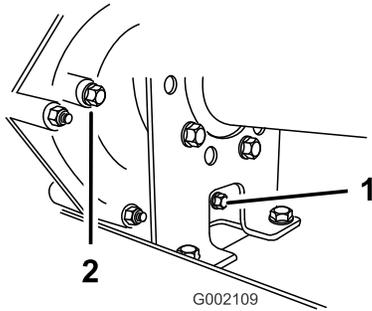
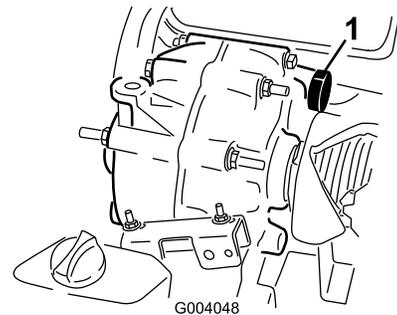

Bild 46
Bild 47
1. Reinigen Sie den Bereich um die Füllschraube mit einem Lappen (Bild 46).
2. Drehen Sie die Füllschraube nach links, um sie zu entfernen (Bild 46).
3. Schauen Sie in das Loch für die Füllschraube im Getriebe, um den Getriebeölstand zu prüfen (Bild 46).
- Setzen Sie die Füllschraube und Dichtung in das Füllschraubenloch am Getriebe ein und ziehen sie an (Bild 46).
- Reinigen Sie den Bereich um die Füll- und Ablassschraube mit einem Lappen (Bild 46).
- Drehen Sie die Füllschraube nach links, um sie zu entfernen (Bild 46).
- Drehen Sie die Ablassschraube nach links, um sie zu entfernen (Bild 46).
- Setzen Sie die Ablassschraube und Dichtung in das Ablassschraubenloch am Getriebe ein und ziehen sie an (Bild 46).
- Füllen Sie den Behälter (Bild 47) über das Füllschraubenloch mit ca. 1,4 l der angegebenen Ölsorte oder bis der Ölstand im Getriebe an der Unterseite des Gewindes liegt (Bild 46).
- Prüfen Sie den Ölstand und füllen mehr Öl ein, wenn der Ölstand unter dem Gewinde im Füllschraubenloch liegt (Bild 46).